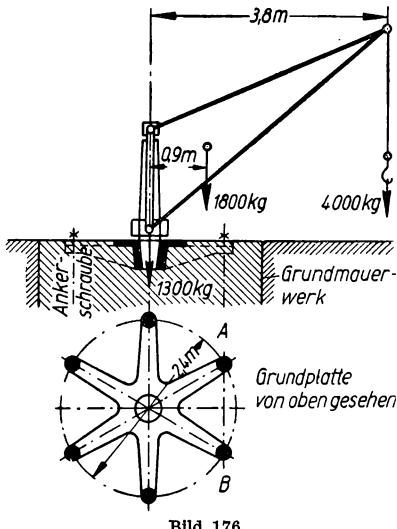

Bild 176
- 311.** Die Graugußgrundplatte eines Drehkrans ist als sechssarmiger Stern nach Bild 176 ausgebildet und mit sechs Ankerschrauben auf dem Grundmauerwerk befestigt. Die Nutzlast beträgt 4000 kg, das Eigengewicht des schwenkbaren Auslegers 1800 kg, das Gewicht der Grundplatte mit Säule 1300 kg. Der Kran sucht um die Kante A B zu kippen. Die Ankerschrauben, welche dies verhindern, werden hierbei um so mehr auf Zug beansprucht und gereckt, je weiter sie von der Kippkante entfernt liegen, so daß die äußeren Schrauben doppelt so viel Belastung erhalten wie die mittleren. Welche größte Kraft entfällt auf eine Schraube?